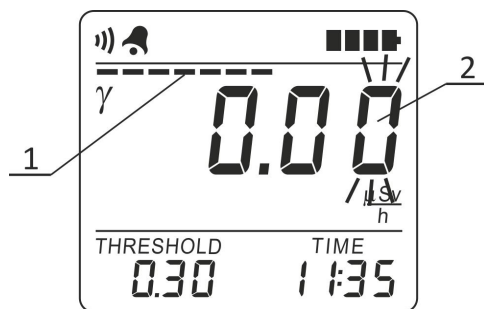

図 7ー測定器の LCD 液晶画面
もし、THRESHOLD ボタンを押し続けると測定器は 2 秒間で、新しい警報しきい値レベル、標準統計誤差、及びγ量子の音声信号スイッチオンオフのサブモードに進みます（図 7）。縞模様(1)が移動して瞬時値を表示し、新しいしきい値レベルの下位桁 (2) を点滅させてこのサブモードを表示するので、THRESHOLD ボタンを離します。数字が点滅している場合は、その数値を指定できることを示します。